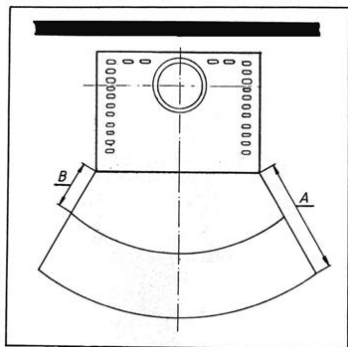

Fig. 8
Per gli elementi costruttivi, i mobili e i tessuti di arredamento infiammabili situati nella zona di irraggiamento della stufa è necessario rispettare una distanza minima di **80 cm** (A), misurati dal bordo anteriore dell'apertura del focolare. La distanza di sicurezza si riduce ai **40 cm** (B) qualora di fronte all'elemento sia installata una protezione areata (v. fig. 8).